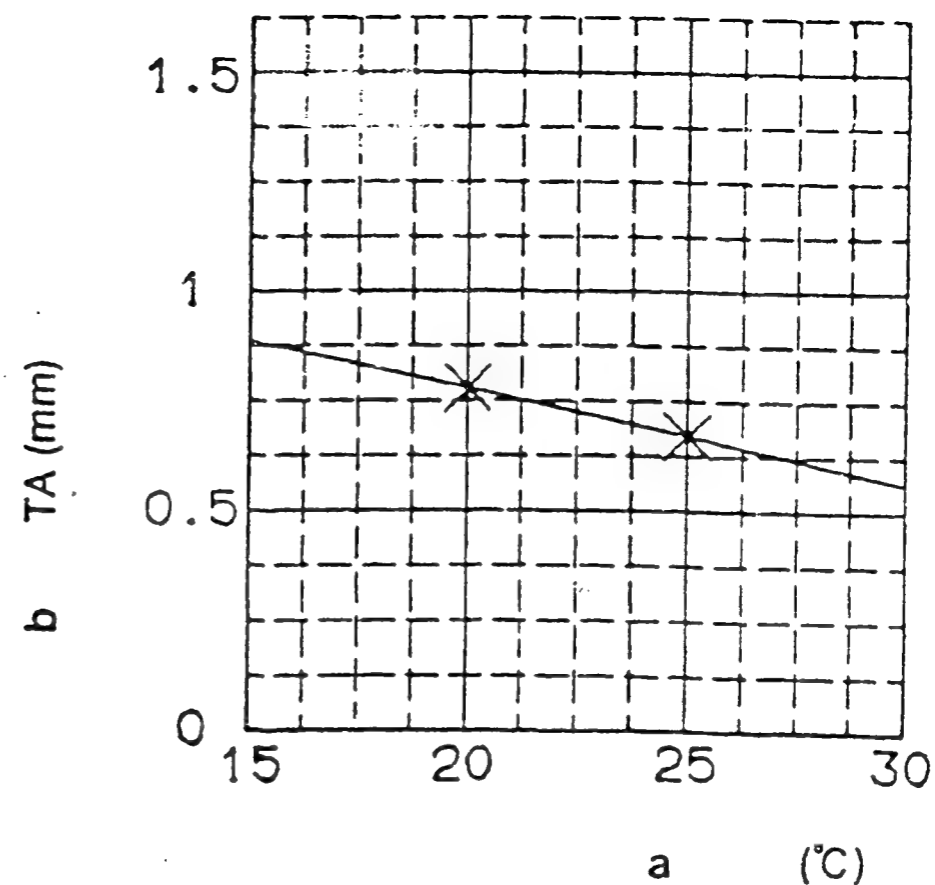

Bild 11
1. Verstellerweg einstellen (siehe Bild 11)
- 1) Dem Diagramm (Abb. 11) den Verstellerweg entsprechend der Lufttemperatur bei der Einstellung entnehmen.